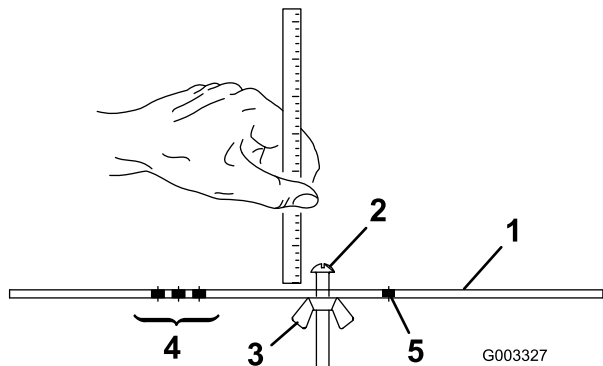

图17
- 2. 松开调刀尺（图17）上的螺母、并将调节螺丝设定为理想的剪草高度。螺丝头底部与调刀尺表面之间的距离就是剪草高度。